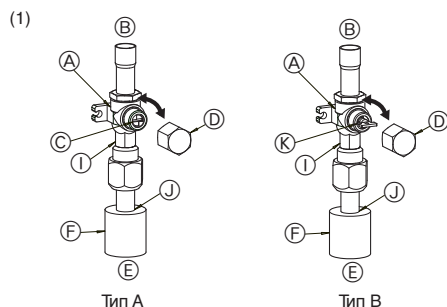

Fig. 4-5
(1) Сторона с газом P100-P140 (Fig. 4-5)